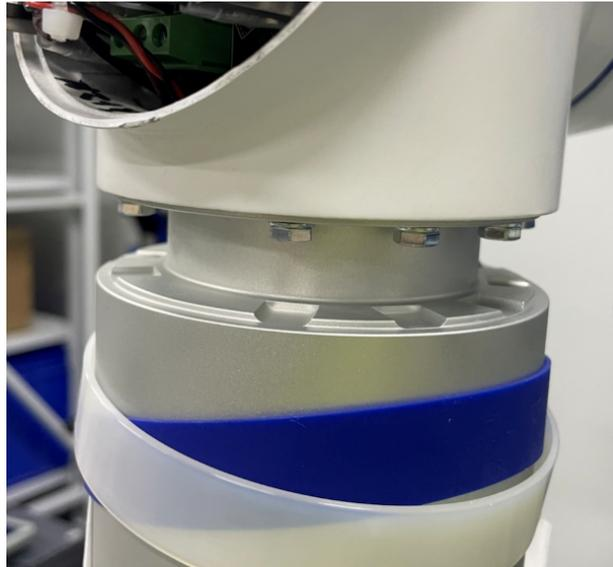

图 3-12: 取下上臂橡胶环、支撑环
4. 轻轻取下橡胶环，并将其环绕在上臂上，取下支撑环，如图 3-12所示；